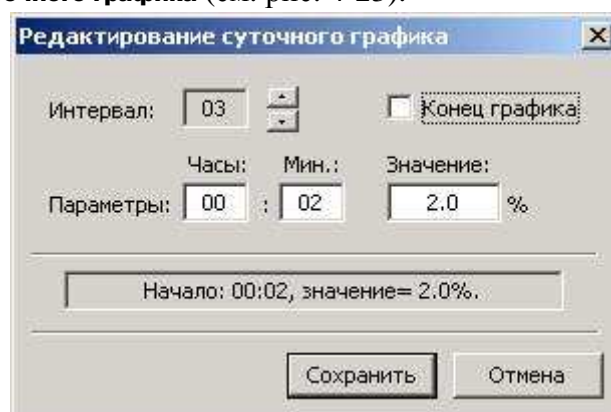

Рисунок 4-23. Окно редактирования интервала суточного графика.
- **Окно редактирования интервала суточного графика** (см. рис. 4-23).